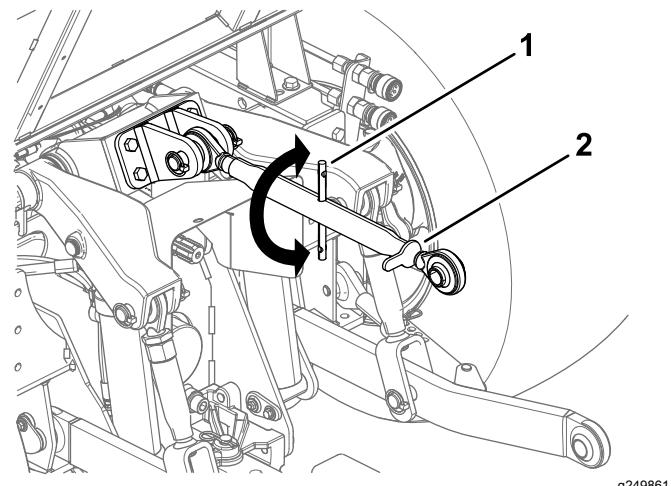

Рисунок 22
1. Ослабьте контргайку на верхней тяге (Рисунок 22).
3. Затяните контргайку (Рисунок 22).